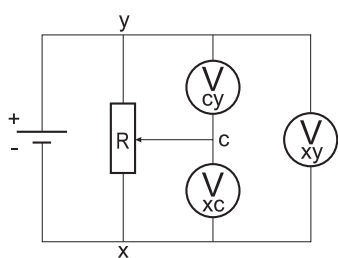

Figure 1.1
2. Réaliser le montage indiqué à la figure 1.1. Le générateur est dit «en circuit ouvert» car la différence de potentiel qui est délivrée n'alimente pas de circuit.